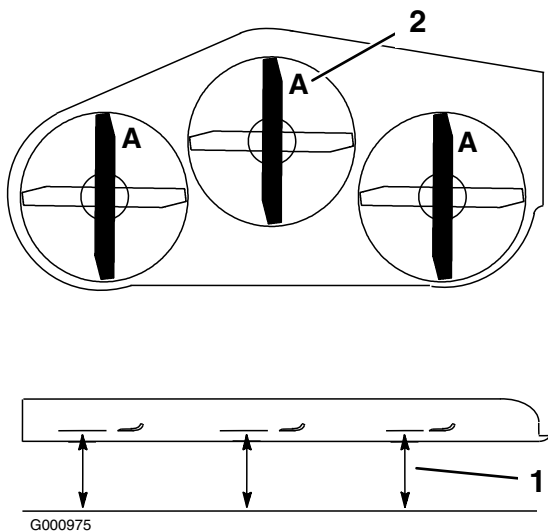
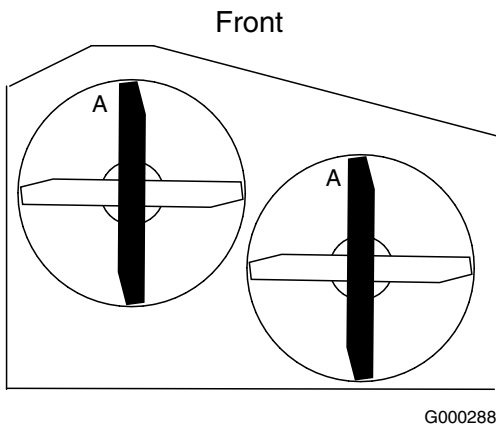

Figure 58
Figure 59
3. Tournez les lames dans le sens longitudinal. Mesurez la distance entre la surface plane et le tranchant (position **A**) des lames (Figure 58) et notez cette valeur. Pour les plateaux de coupe 36 pouces, reportez-vous à la Figure 59.